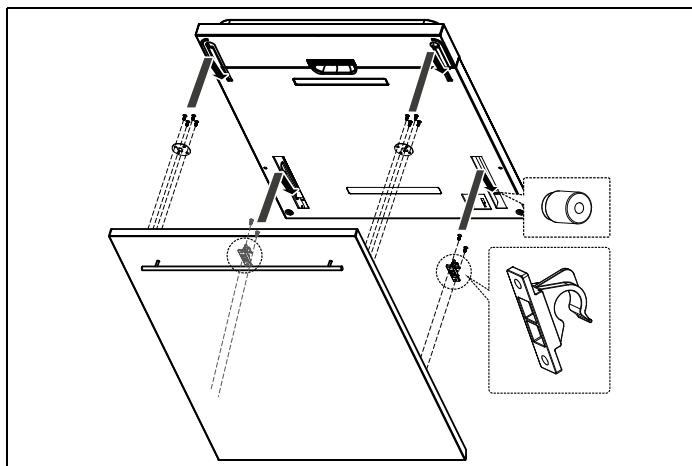
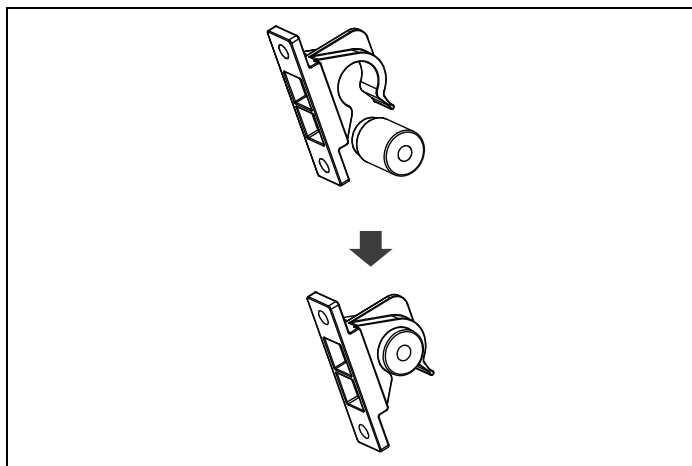

Fig. 11
Fig. 12
- Fäst kroken på den estetiska panelen (Fig. 11) och placera den i spåret på diskmaskinens yttre lucka (Fig. 12). När panelen har positionerats, tryck på toppen av den estetiska panelen för att kontrollera att plastkroken har fäst.